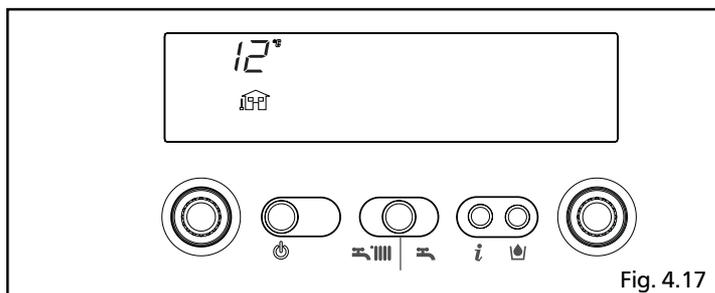

Fig. 4.17
**Info 1** solo con sonda esterna collegata, visualizza la temperatura esterna (esempio 12 °C) (fig. 4.17). I valori visualizzati dal display sono compresi tra - 40 °C e 40 °C. Oltre questi valori il display visualizza " - - "